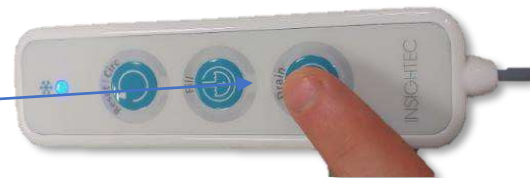

Figure 12-15 : Drain (Vidange)
Étape 22. Vidanger l'eau du transducteur à l'aide de l'écran ou de la télécommande (**Figure 12-15**).